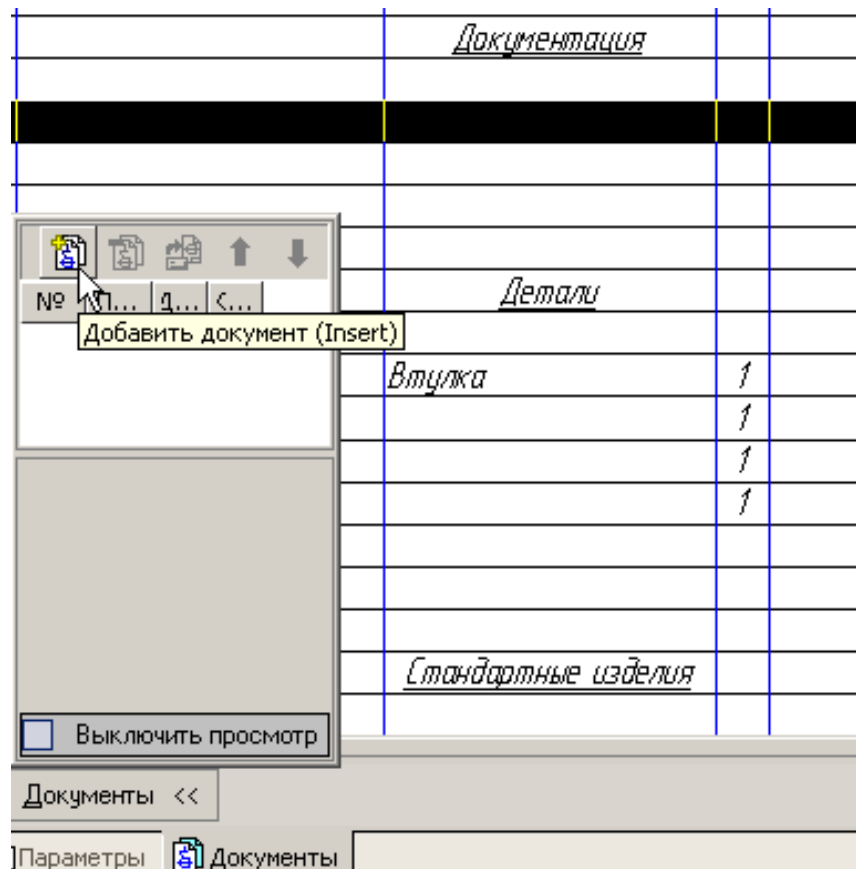

Рис. 31
- 2) В строке параметров откройте вкладку **Документы** и нажмите кнопку **Добавить документ**, рис. 31.